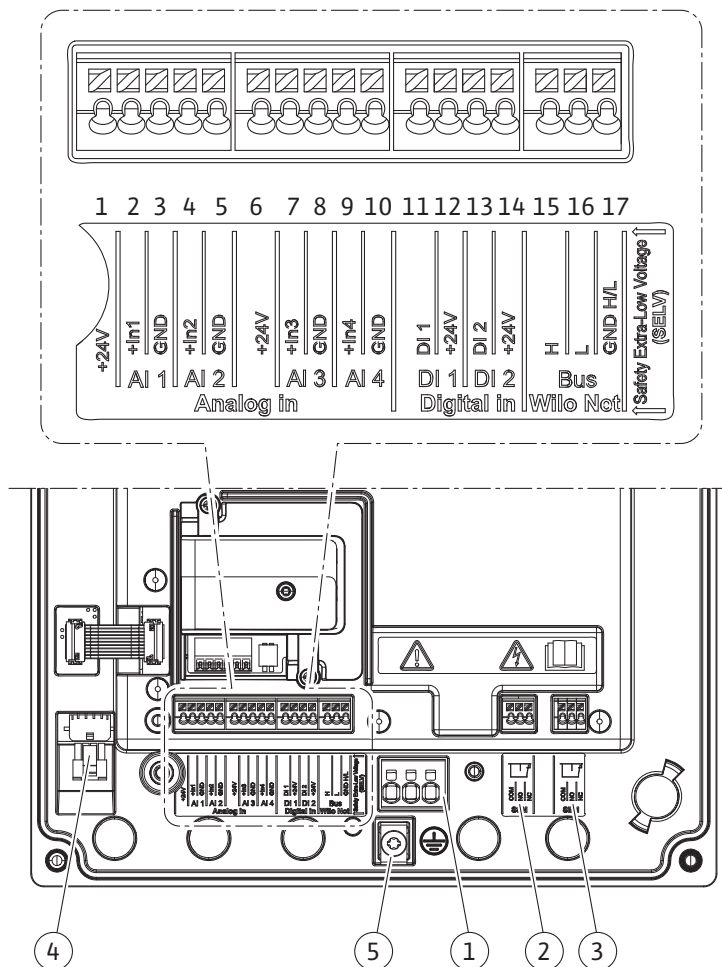
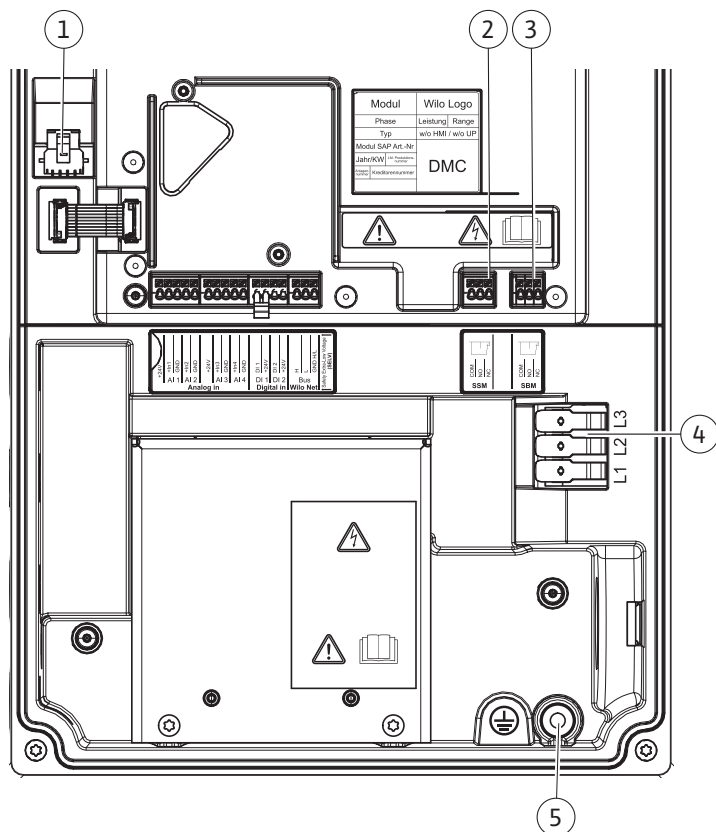

Fig. 23: Aperçu des bornes dans le module (0,37 kW ... 7,5 kW)
Fig. 24: Aperçu des bornes dans le module (11 kW ... 22 kW)
Alimentation réseau (Fig. 23, pos. 1) (Fig. 24, pos. 4)
Vis de mise à la terre (Fig. 23/24, pos. 5)